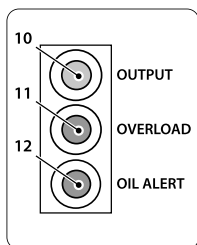

рис. 7
Индикатор переменного тока (10) (зеленый) (рис. 7) сигнализирует о включенном генераторе и его нормальной работе.
Индикатор перегрузки (11) (красный) (рис. 7) загорается, когда фиксируется перегрузка или возрастает выходное напряжение генератора.
Индикатор низкого уровня масла (12) (красный) (рис. 7) сигнализирует об уровне масла ниже допустимого. Когда уровень масла падает ниже минимального, двигатель автоматически останавливается, при этом выключатель двигателя остается в положении «ON» (включено). Двигатель не запустится, пока не будет добавлено необходимого количества масла.